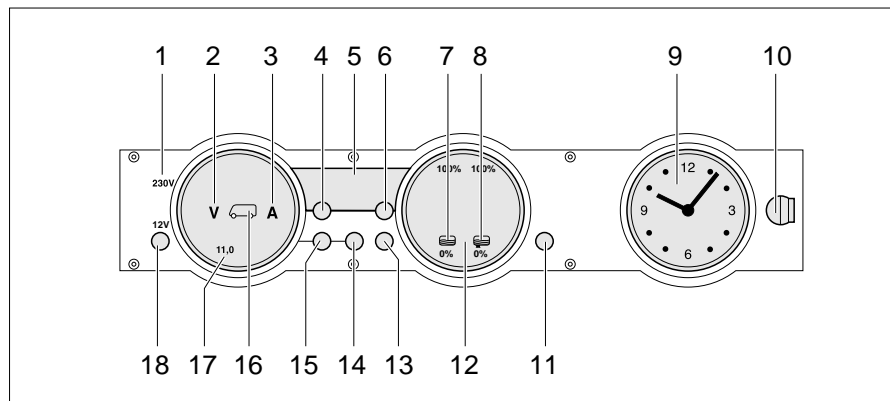

Bild 153 Panel MP 20-T
Die 230-V-Kontroll-Leuchte (Bild 153,1) leuchtet, wenn am Eingang des Elektroblocks Netzspannung vorhanden ist.
Der 12-V-Hauptschalter (Bild 153,18) schaltet das Panel und die 12-V-Versorgung des Wohnraums ein und aus.
- Taste "12 V" (Bild 153,18) kurz drücken. Die 12-V-Versorgung des Wohnraums ist eingeschaltet. Die Kontroll-Anzeige "12 V" leuchtet.
- ▷ Wenn nach dem Einschalten die LED "11,0" der Voltanzeige sowie das Symbol Volt "V" (Bild 153,2) im Anzeigeelement Batterien (Bild 153,17) blinken, dann ist die Spannung der Wohnraumbatterie zu gering. Batterie laden.
- ▷ Wenn nach dem Einschalten die Kontroll-Anzeige "12 V", das Symbol Wohnraumbatterie (Bild 153,16) und das Symbol Volt "V" (Bild 153,2) dreimal blinken, dann ist die Batterietrennung aktiviert. Batterietrennung deaktivieren.
- Taste "12 V" (Bild 153,18) kurz drücken. Die 12-V-Versorgung des Wohnraums ist ausgeschaltet. Die Kontroll-Anzeige "12 V" erlischt.
- Taste Wohnraumbatterie (Bild 153,14) drücken und ca. 10 Sekunden lang gedrückt halten. Die Symbole Volt "V" (Bild 153,2) und Ampere "A" (Bild 153,3) blinken dreimal. Die Wohnraumbatterie ist vom 12-V-Bordnetz getrennt.
- Taste "12 V" (Bild 153,18) drücken und ca. 5 Sekunden lang gedrückt halten. Das Symbol Volt "V" (Bild 153,2) blinkt dreimal. Die Wohnraumbatterie ist mit dem 12-V-Bordnetz verbunden. Die Kontroll-Anzeige leuchtet nach ca. 2 Sekunden.
- Taste Wohnraumbatterie "🔋" (Bild 153,14) drücken. Das Symbol Volt "V" (Bild 153,2) leuchtet. Das Symbol Ampere "A" leuchtet je nach Ladung oder Entladung weiß bzw. rot. Die Batteriespannung und der Strom der Wohnraumbatterie werden über die LEDs im Anzeigeelement angezeigt.
- Taste Starterbatterie "🔋" (Bild 153,15) drücken. Das Symbol Volt "V" (Bild 153,2) leuchtet. Die Batteriespannung der Starterbatterie wird über die LEDs im Anzeigeelement angezeigt.
- Taste Tanks  (Bild 153,13) drücken. Die Symbole Wassertank  (Bild 153,7) und Abwassertank  (Bild 153,8) leuchten. Die Füllstände des Wassertanks (linke Skala) und des Abwassertanks (rechte Skala) werden über die LEDs im Anzeigeelement angezeigt.
Das Symbol Volt "V" (Bild 153,2) und die LED "11,0" blinken, sobald die Spannung der Batterie 11 V (Messung bei laufendem Betrieb) unterschreitet und damit Tiefentladung droht.
Das Symbol Wassertank " (Bild 153,7) oder das Symbol Abwassertank " (Bild 153,8) blinkt, wenn der Wassertank leer oder der Abwassertank voll ist.